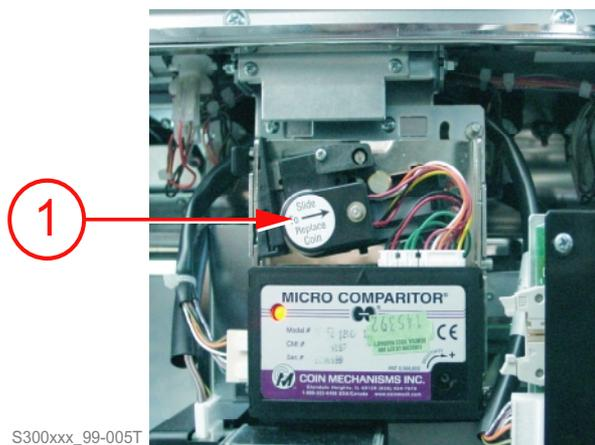

Figura 5.8.a Selector de monedas modelo MC62.
- 1) Desplace hacia la derecha (sin levantar) el conjunto de la bobina sensora, elemento [1] *Figura 5.8.a*, tal como indica la flecha.